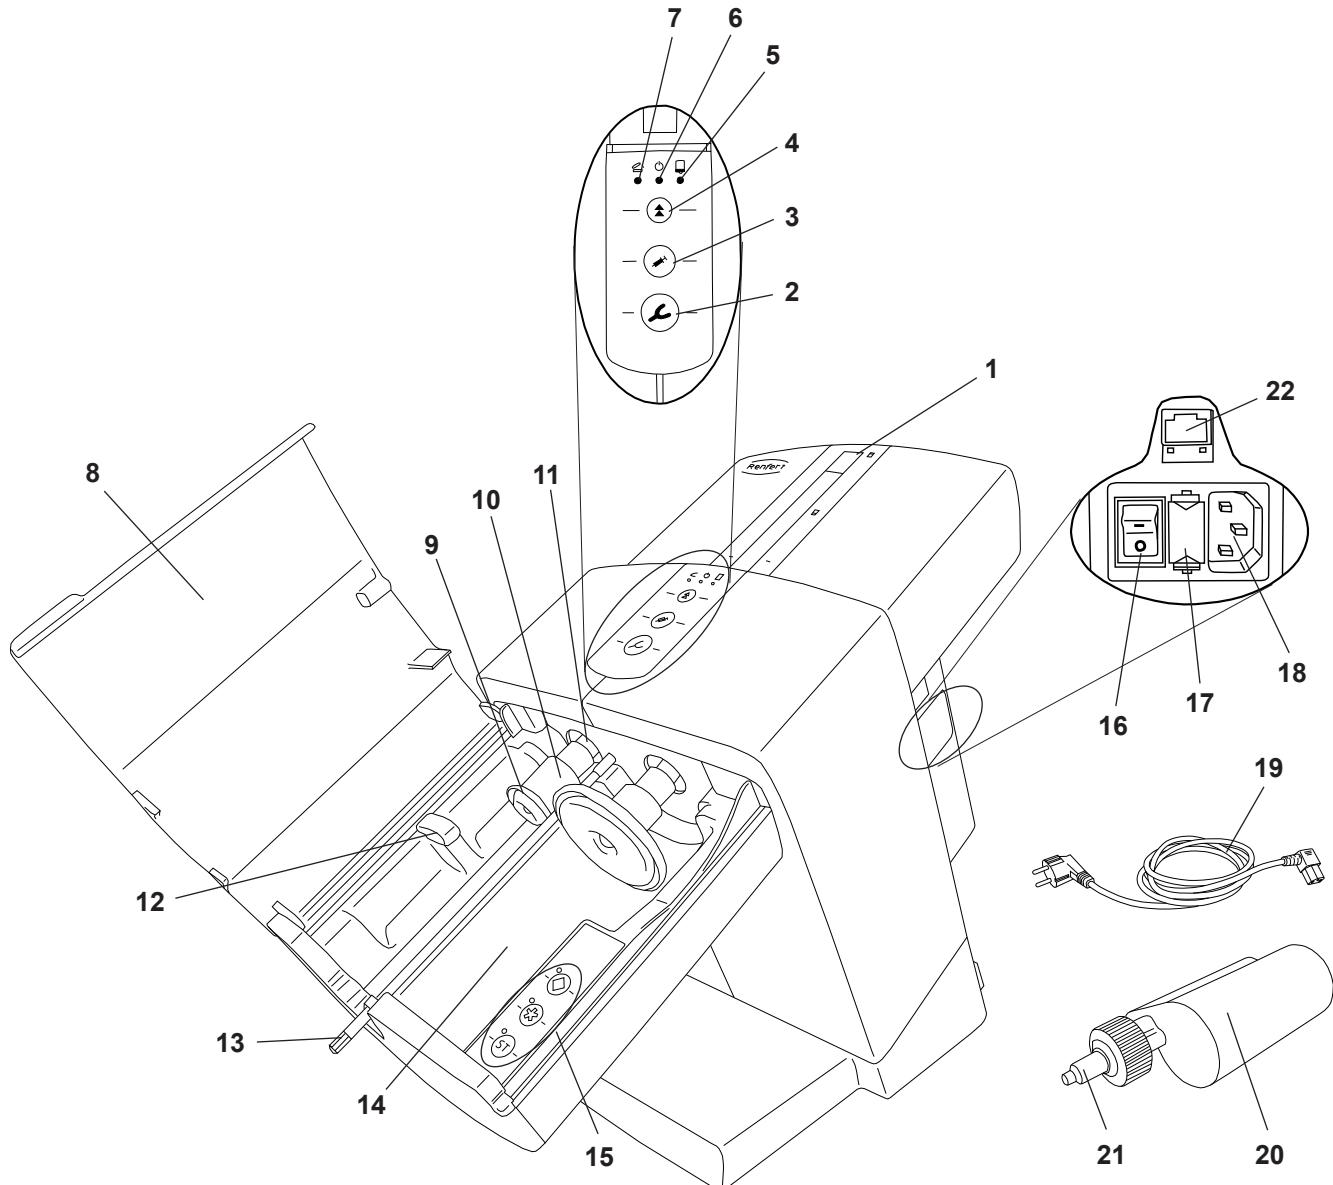
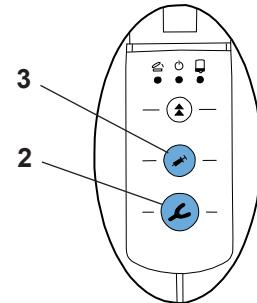

Fig. 1
Fig. 8
- ⇒ Conectar el cable de red provista (19, Fig. 1) en el conector de red (18).
- ⇒ Encender el dispositivo con el interruptor de red (16).
- ⇒ Cerrar la tapa del dispositivo (8, Fig. 1).
- ⇒ Pulsar la tecla de retroceso (4).
- ♦ Desplazar los platos de presión (9, Fig. 1) y detenerlos en la posición inicial.
- ⇒ Retirar las piezas de seguridad de transporte (23).
El cartucho solo se puede insertar y cambiar cuando los dos platos de presión (9, Fig. 1) están en la posición inicial.
⇒ Cerrar la tapa del dispositivo (8, Fig. 1).
⇒ Abrir la tapa del dispositivo (8, Fig. 1).
⇒ La tapa del dispositivo solo se puede cerrar si el cartucho está correctamente insertado. Si la tapa del dispositivo no está correctamente cerrada, se encenderá el diodo rojo "Tapa del dispositivo abierta" (7, Fig. 1).
- Si se pulsa la tecla de exprimido Cuchara de impresión (2, Fig. 8) o Dispensador (3, Fig. 8) sin haber seleccionado antes ningún programa, el programa activará automáticamente el programa ^(ST). Se encenderá el diodo situado junto a la tecla ^(ST).
- ⇒ Mantener pulsada la tecla de avance (2) o (3):
- Cuchara de impresión (2), alta velocidad de exprimido
- Dispensador (3), baja velocidad de exprimido
- ♦ El hexágono de mezcla (13, Fig. 1) empieza a girar y se acopla automáticamente en la boquilla de mezcla (21, Fig. 1). A continuación, vuelve a detenerse.